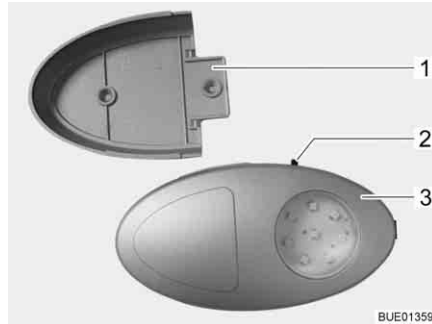

Bild 65 Kleiderschrankleuchte
- ▷ Die Kleiderschrankleuchte kann aus der verschraubten Halterung (Bild 65,1) herausgezogen und als Taschenlampe verwendet werden.
Der Ein-/Ausschalter (Bild 65,2) ist direkt an der Kleiderschrankleuchte (Bild 65,3) angebracht.